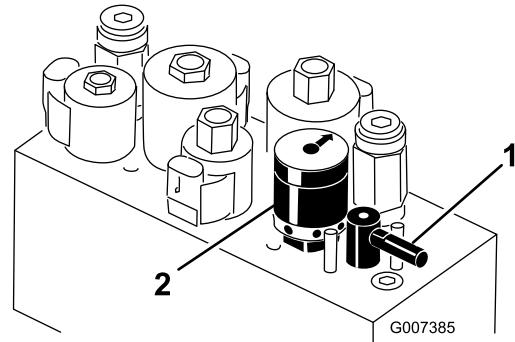

Bild 32
4. Drehen Sie zum Einstellen der Spindeldrehzahl das Handrad (Bild 32), bis die Zeiger auf die Nummern zeigen, die der gewünschten Einstellung entsprechen.